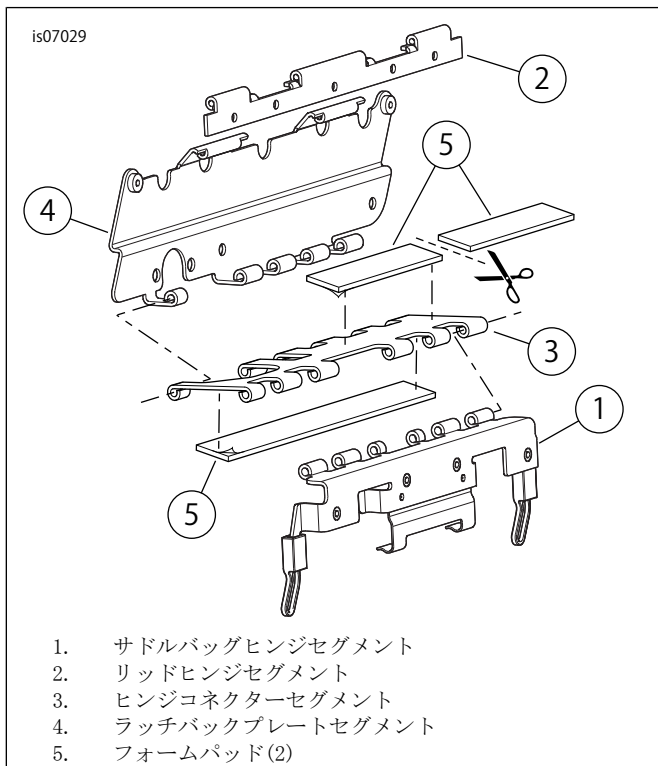

図7. フォームパッドのサドルバッグラッチヒンジ取り付け (左側表示)
「図7」を参照してください。サドルバッグラッチヒンジは、判り易くするためにピンを外した状態で表示してあります。
15. キットからフォームパッド(「図12」、アイテム24)を2つ用意します。1つを「図7」のとおり、半分に切ります。切り取っていないパッドの接着バックングからライナーを外し、ラッチコネクタセグメントの平らな面に取り付けます。ライナーを、切り取った方のパッドの粘着テープから外し、図のように、ラッチコネクタセグメントのヒンジ側に固定します。